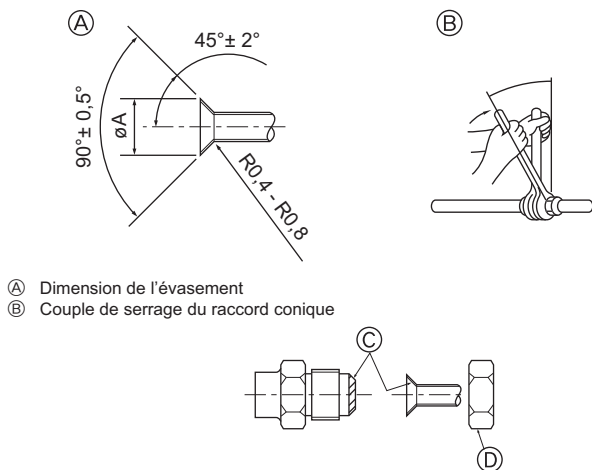

Fig. 4-5
(A) (Fig. 4-5)
(B) (Fig. 4-5)
### 4.4. Connexion des tuyaux (Fig. 4-5)